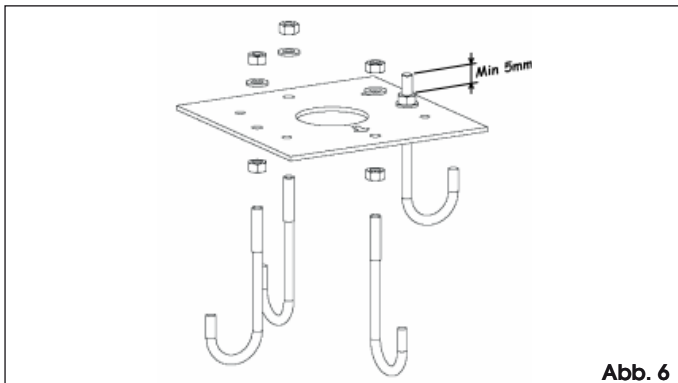

Abb. 6
1. Die Gründungsplatte laut Abb. 6 montieren.